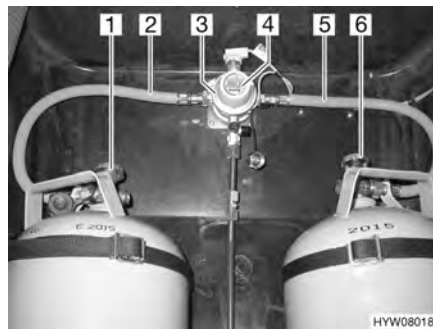
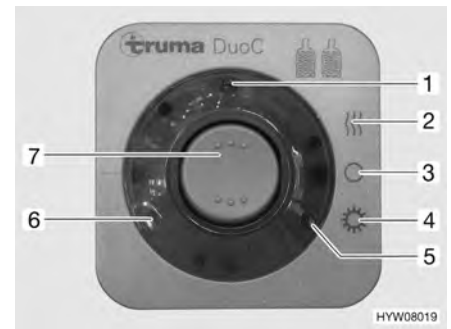

Bild 98 DuoControl-omkopplingsenhet
Bild 99 Kontrollenhet
DuoControl-omkopplingsenheten består av en omkopplingsventil (Bild 98,3) och en kontrollenhet (Bild 99). Omkopplingsventilen är monterad mellan gaslangarna (Bild 98,2 och 5). Med vredet (Bild 98,4) på omkopplingsventilen ställer du in vilken gasflaska som ska användas som driftflaska och vilken som ska användas som reservflaska.
Med kontrollenheten (Bild 99) kan endast de elektriska funktionerna styras. Gasflaskornas huvudavstängningsventiler (Bild 98,1 och 6) måste öppnas för hand.
Omkopplingsventilen sørjer för ett konstant gstryck, oberoende vilken gasflaska som används. De två kontrollamporna på kontrollenheten visar nivån i driftflaskan. När den gröna kontrollampan lyser (Bild 99,6) är driftflaskan full. När den röda kontrollampan lyser (Bild 99,5) är driftflaskan tom. Gasförsörjningen sker då med reservflaskan.
- Öppna huvudavstängningsventilerna på gasflaskorna (Bild 98,1 och 6).
- Med vredet (Bild 98,4) på omkopplingsventilen (Bild 98,3) väljs gasflaskan, som ska prioriteras (driftflaska).
- Slå på DuoControl-omkopplingsenheten på kontrollenheten (Bild 99).
Ställ för detta vippkontakten (Bild 99,7) på vinterdrift "på och uppvärmning" (Bild 99,2) eller på somrardrift "till" (Bild 99,4). Omkopplingsventilen är nu avluftad. Den gula kontrolllampan (Bild 99,1) lyser, när vinterdrift väljs och avfrostningsanläggningen för regulatorer är påslagen.
- Ställ vippkontakten (Bild 99,7) i läge "O" (Bild 99,3). Den gula kontroll-lampan (Bild 99,1) slocknar.
- Stäng huvudavstängningsventilerna på gasflaskorna (Bild 98,1 och 6).
Kontrolllamporna på kontrollenheten (Bild 99,5 och 6) signalerar inne i fordonet, om driftflaskan är driftklar.
Ifall den gröna kontrolllampan (Bild 99,6) slocknar under drift och den röda kontrolllampan (Bild 99,5) lyser upp, är gasflaskan som har valts som driftflaska tom och måste bytas ut. Gasförbrukarna försörjs med gas från reservflaskan.